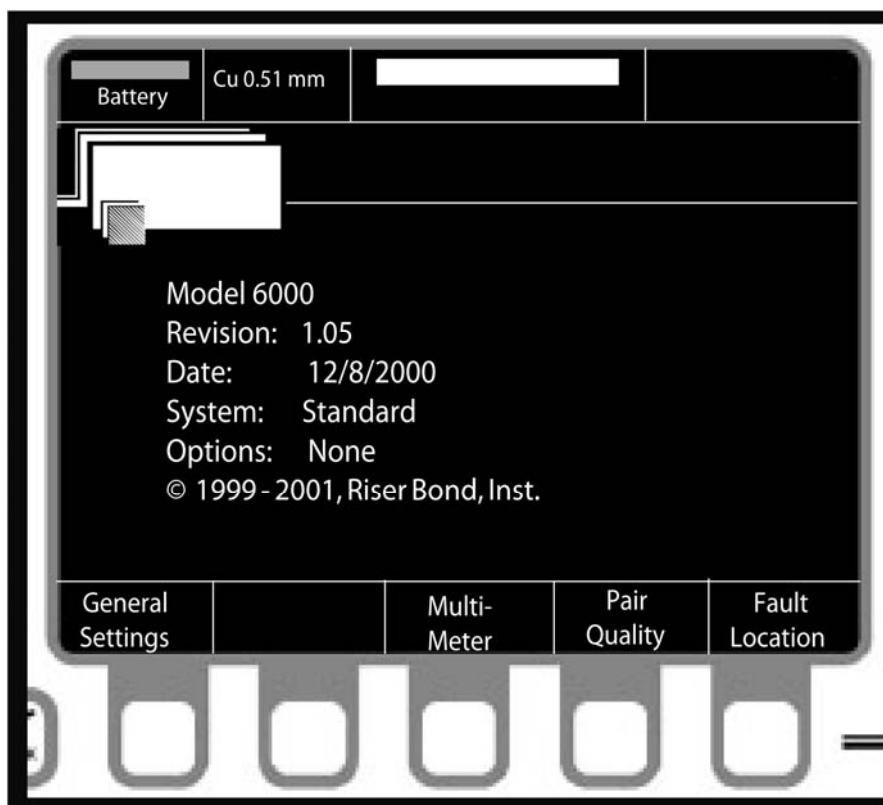

Рисунок 5 - Экран включения прибора.
- 1) Нажмите кнопку Power: На дисплее прибора будет выведен экран включения, в нижней части которого отобразится меню многофункциональных клавиш (рисунок 5). Данный экран включает в себя номер модели, версию микропрограммного обеспечения, дату выпуска, систему, опции и сообщение об авторских правах.